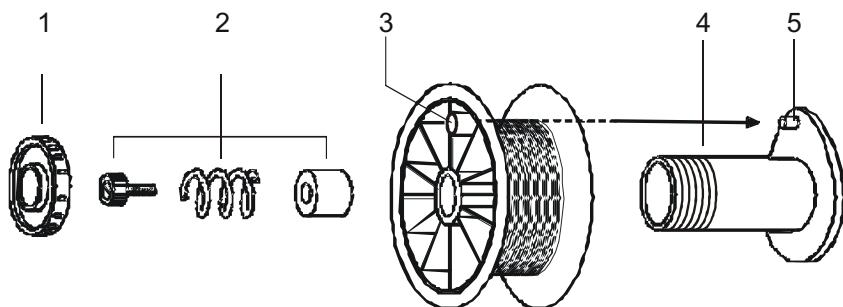

Fig.2
- Para aplicar a bobina sobre o desenrolador, desapertar a porca de sujeição (1-fig.2) e colocar a bobina de fio verificando se o orifício da bobina (3-fig.2) se aloja no pino (5-fig.2) do desenrolador para que o sistema de travagem (2-fig 2) se mantenha operativo. Depois de colocada a bobina apertar a porca de sujeição.
- Seguidamente, deve regular-se o sistema de travagem da bobina ajustando o parafuso de regulação de travagem (2-fig.2) até se verificar que a bobina para sem deslizamentos ao mesmo tempo que o motor-reductor.